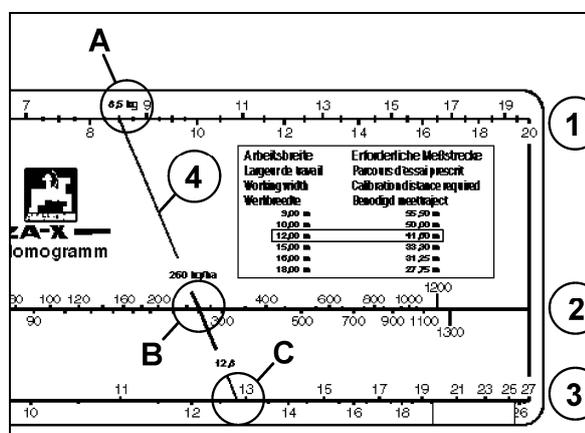

Fig. 70
7. Recherchez la valeur numérique **(A)** pour la quantité d'engrais recueillie **(8,5 kg)** sur l'échelle graduée supérieure (Fig. 70/1) ainsi que la valeur numérique **(B)** pour le débit souhaité **(260 kg/ha)** sur l'échelle graduée intermédiaire (Fig. 70/2).
8. Reliez d'un trait (Fig. 70/4) les points **A** et **B**.
9. Le prolongement du trait sur l'échelle graduée inférieure indique (Fig. 70/3) la valeur numérique **C** correspondant à la position nécessaire des clapets, ici **12,8**.